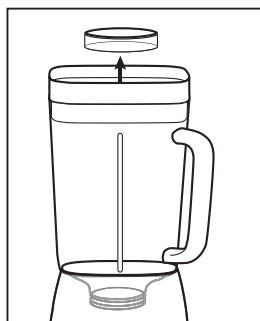

FIGURA 5
- No quite la tapa mientras esté en uso. Quite la copa de acceso para agregar los ingredientes más pequeños. (Figura 5)